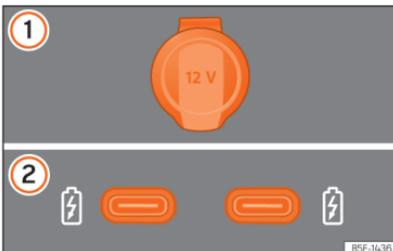

Fig. 166 Tomadas de corrente de 12 Volts do veículo
»» Fig. 166
Em função do equipamento e do país, o veículo pode dispor também de conectores USB com função **exclusivamente de carga ou tomada de corrente** »» Fig. 166 ②.